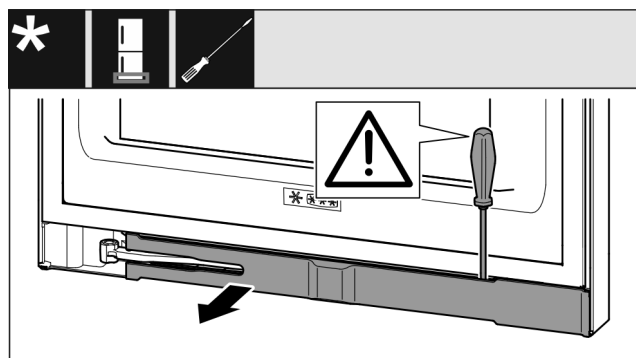

Fig. 15
- Dégager le cache au moyen d'un tournevis plat et le faire pivoter sur le côté. (voir Fig. 15)